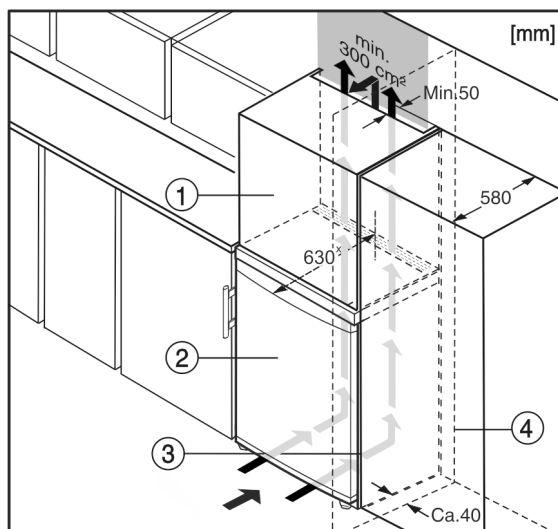

Fig. 5
Přístroj lze zabudovat do kuchyňských skříní. K vyrovnání přístroje *Fig. 5 (2)* na výšku kuchyňské linky lze na přístroj nasadit nástavec *Fig. 5 (1)*.
Při montáži do kuchyňských skříní (hloubka max. 580 mm) lze spotřebič nainstalovat přímo vedle kuchyňské skříně *Fig. 5 (3)*. Spotřebič přesahuje přední stěnu kuchyňské skříně po stranách o 34 mm^x a uprostřed o 50 mm^x.
Pokud se spotřebič instaluje se závěsy vedle stěny *Fig. 5 (4)*, musí být jeho vzdálenost od stěny alespoň 40 mm. To odpovídá přesahu madla při otevřených dveřích.